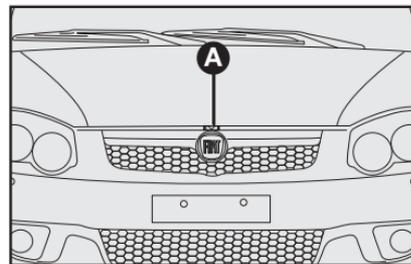

fig. 139
- 2) Mueva la traba **A-fig. 139**;